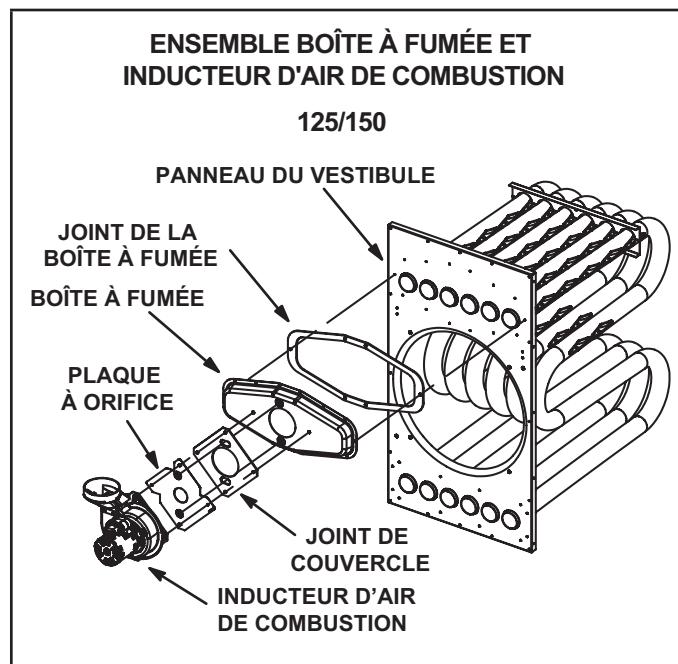

FIGURE 5
- 3 - Avant de connecter l'électricité ou le gaz, utiliser une douille pour retirer les quatre vis qui maintiennent l'inducteur d'air de combustion sur le collecteur d'évacuation. Voir Figure 5.